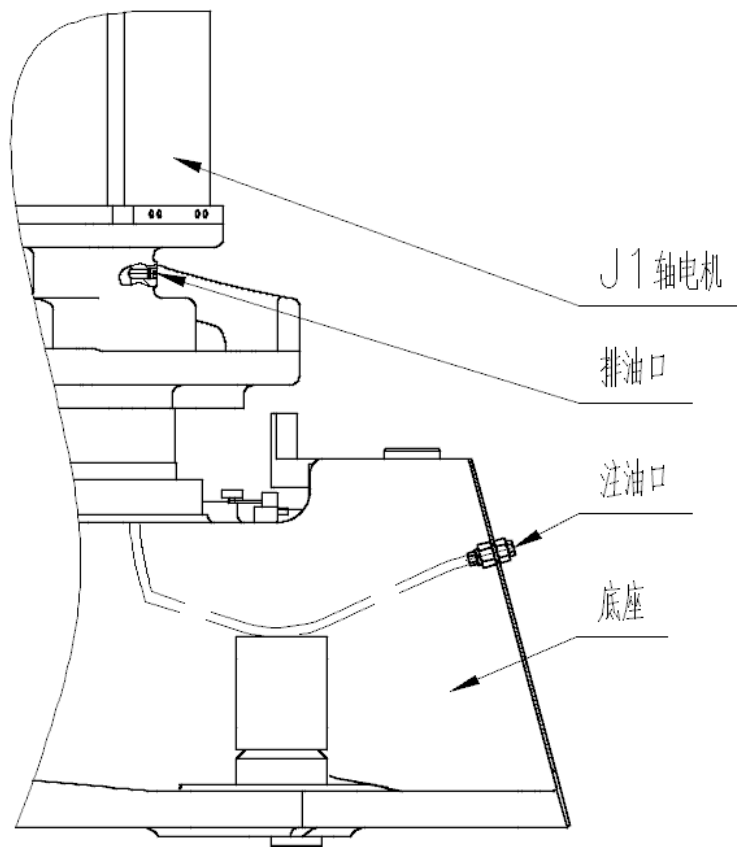

图 11 J1 轴局部结构
(1) 油脂补充步骤（参考图 11）
- ③ 安装排油口堵塞前，运动 J1 轴若干分钟，使多余的油脂及空气从排油口排出；
- ④ 用布擦净从排油口排出的多余的油脂，在排油口安装堵塞。堵塞的螺纹处要缠生胶带并用扳手拧紧。
(2) 油脂更换步骤（参考图 11）